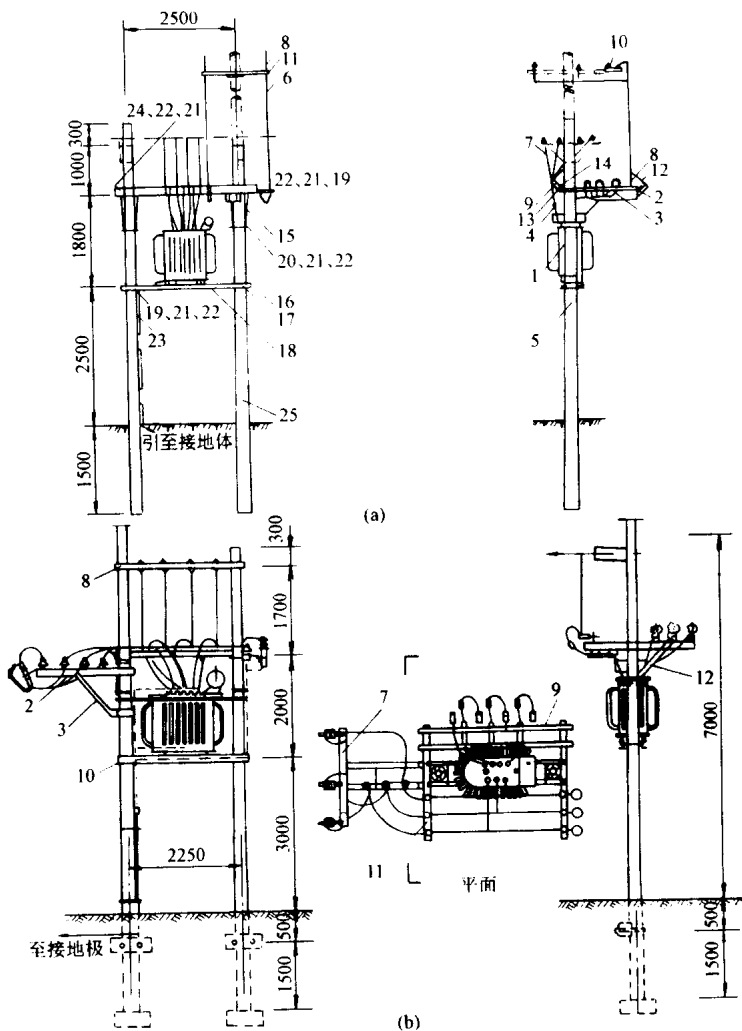

图 1-5 双杆变台结构
(2) 双杆变台。其结构如图 1-5 所示，它适用于安装 320kVA 以下的变压器。其型式根据地理位置不同，又分一式和二式两种，所用设备材料见表 1-2。